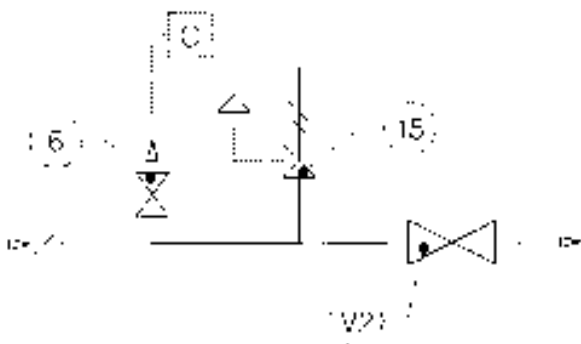

Fig. 7
3.3.1 INSTALLAZIONE DIRETTA SULLA LINEA (FIG. 7)
3.3.1 DIRECT INSTALLATION IN THE LINE (FIG. 7)